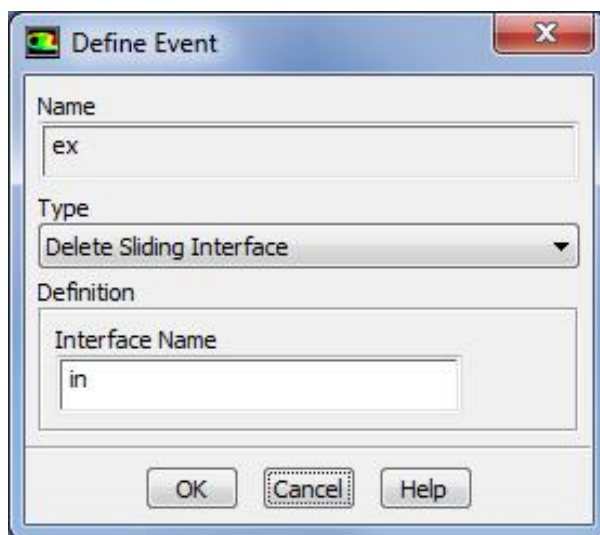

Рисунок 1.32 – Меню определения событий (*Define Event*)
- Затем нажимается кнопку *OK*. При этом закроется окно *Define Event* (рисунок 1.32).